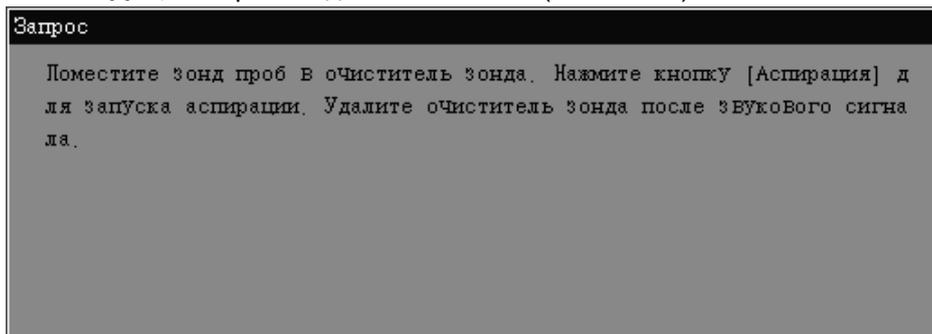

Рис. 10-20 Диалоговое окно
2. **НАЖМИТЕ «Да»**, и откроется диалоговое окно (Рис. 10-20).